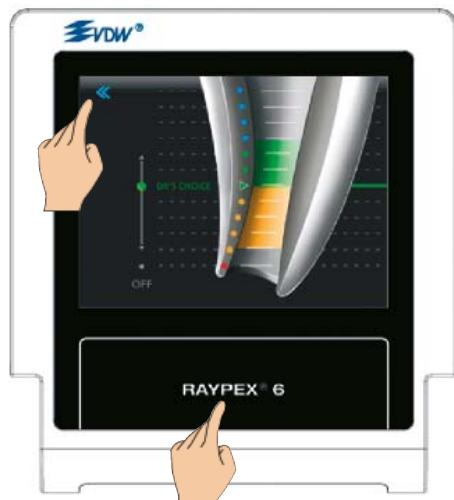

Fig. 26 Avsluta DR'S CHOICE
- Klicka på pilen Tillbaka eller på fältet "Home" i RAYPEX® 6 (fig. 26) för att avsluta DR'S CHOICE